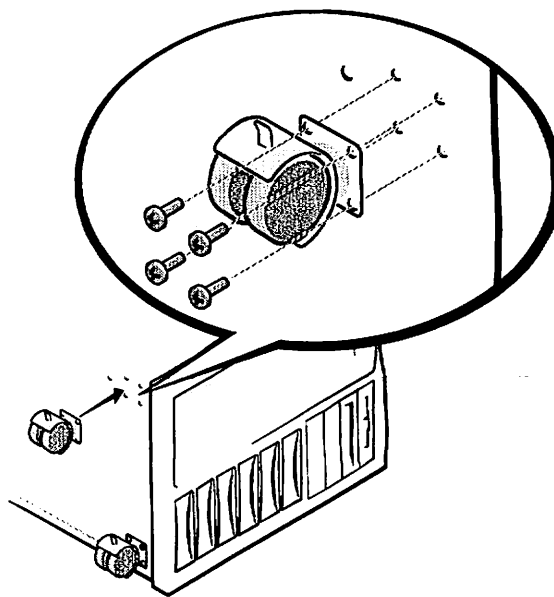

Abbildung 2. Schieberollen befestigen
3. Eine Schieberolle an jeder Ecke des Chassis befestigen (siehe Abb. 2).